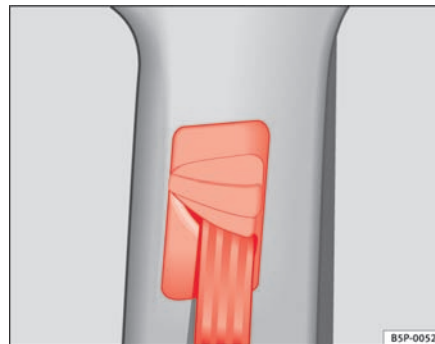

Fig. 17 Ubicación del regulador de la altura del cinturón
- Presione el dispositivo de reenvío en la zona superior y manténgalo en esta posición ⇒ **fig. 17**.